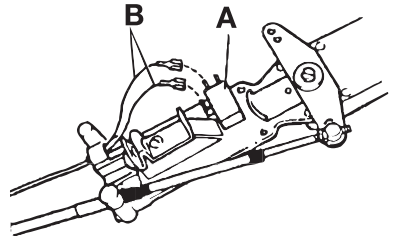

Fig. 20
- Der Schalter (A Fig.20) muss so montiert werden, dass die Zungen für die Anschluss-Kabel (B Fig.20) nicht mit dem Schaltzug in Berührung kommen können (wie in Fig.20).